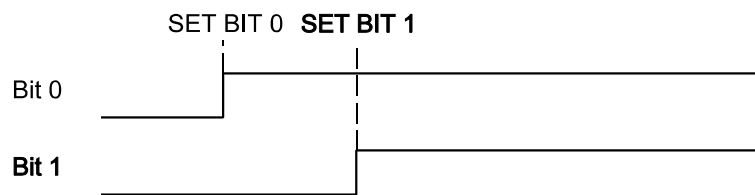

Abb. 3
6. Es geht um einen üblichen universellen E-A-Port, dessen Anschlüsse als Ausgänge programmiert sind. Alle Anschlüsse seien zunächst mit Low belegt. Sie wollen zwei Signale mit kurzem Zeitversatz schalten (Abb. 3) und programmieren so (mit Maschinenbefehlen):
- a) Was kann dabei passieren? (Ggf. das fehlerhafte Verhalten in Abb. 3 (S. 4) einzeichnen.)